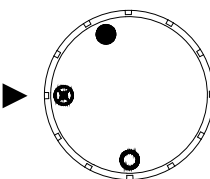

Fig. 23a
5. Presione levemente la perilla de control de gas y gírela en dirección contraria a las manecillas del reloj  hasta la posición de piloto "X". (Consulte la Fig. 23a) Presione la perilla de control.